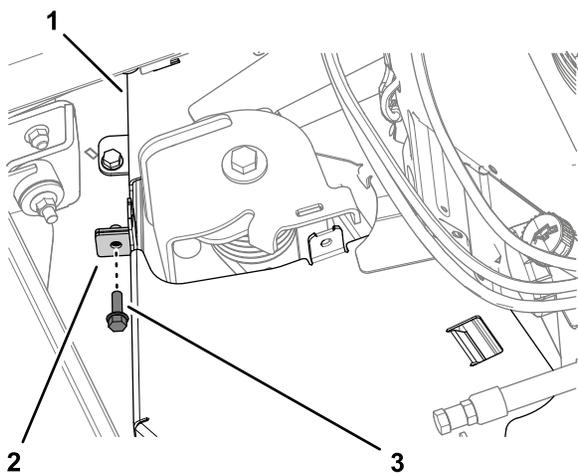

図 35
2. **図 35**のように、ベルトカバーのフランジを固定しているボルトを外す。